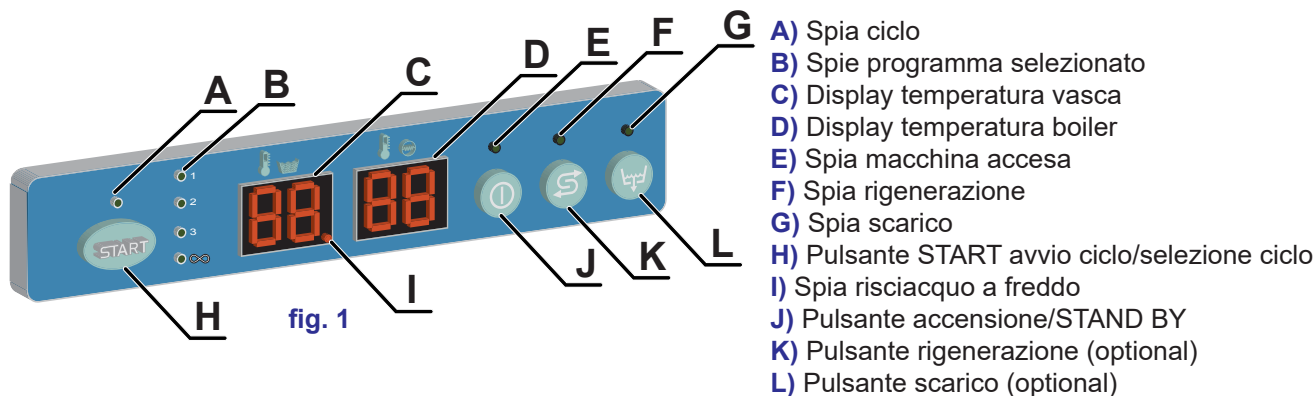

fig. 1
Tenere premuto il tasto **J** (vedi fig. 1).
- Per selezionare il ciclo di lavaggio (1, 2, 3, ∞) tenere premuto il tasto **H** (vedi fig. 1). Il display visualizza in sequenza i programmi disponibili.
• Avviare il ciclo premendo il tasto **H** per max 1sec (vedi fig. 1). L'avvio del ciclo viene segnalato dal lampeggio della spia ciclo selezionato. A fine ciclo la spia ritorna fissa e compare la scritta **END** sul display.
**N.B.:** La macchina non accetta altri cicli fino a che non viene aperta la porta o premuto per due volte il tasto **H** (vedi fig. 1). I cicli (1, 2, 3, ∞) sono pre-impostati dal costruttore.